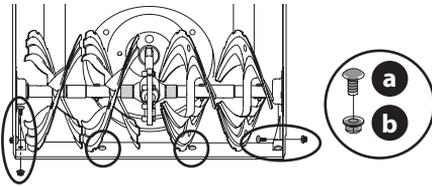

Figura 77
3. Extraiga los pernos del carro (a) y las tuercas hexagonales (b) que la sujetan a la caja de la barrena (Figura 77).
4. Monte la placa de raspado nueva, asegurándose de que las cabezas de los pernos del carro se encuentren del lado interior de la caja. Apriete bien (Figura 77).